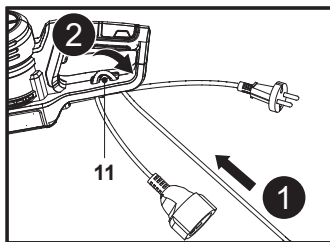

Fig. 2
1. Doble el cable alargador hacia atrás, a unos 20 cm del extremo, pase el lazo que ha creado con el cable enrollado a través del orificio de la sujeción del cable (11) y cuelgue el lazo en el gancho (Fig. 2, paso 1 y 2).